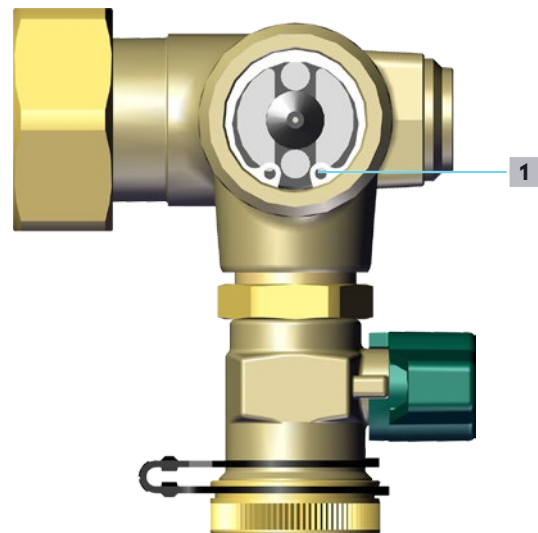

Abb. 33: Sicherungsring
- 1** Lösen Sie den Sicherungsring (siehe Position **1** in Abb. 33 auf Seite 50) mit einer geeigneten Sicherungsringzange.
- 2 Setzen Sie den Sicherungsring ein (siehe Position 1 in Abb. 33 auf Seite 50).